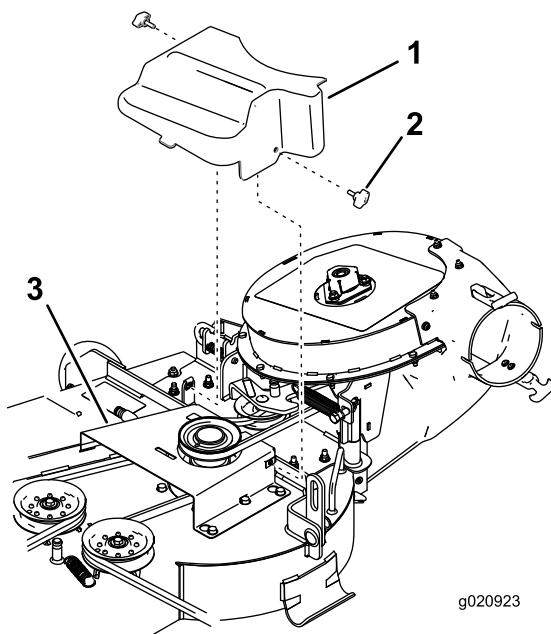

Figura 19
9. Sujete la cubierta de plástico de la correa al soporte del soplador y a la cubierta metálica de la correa con 2 pomos (Figura 19).